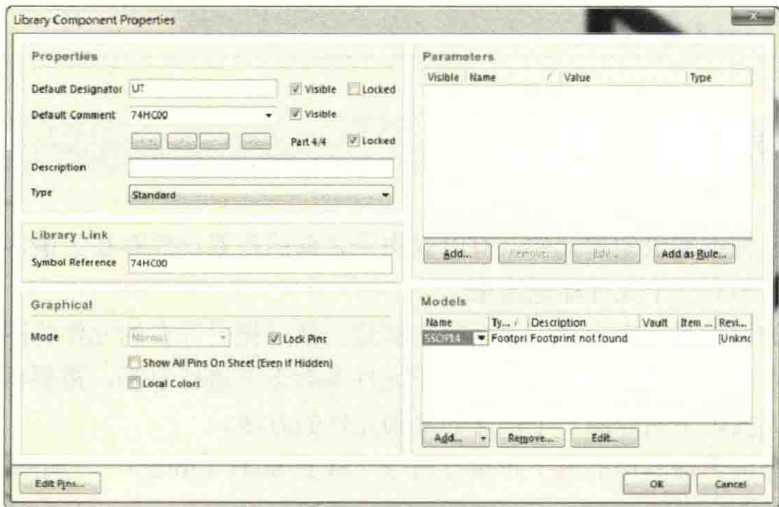

图 3-35 74HC00 元件属性设置
- (7) 双击该元件，对其元件属性进行设置，如图 3-35 所示，位号设置为“U?”，Comment 值填写为芯片型号“74HC00”，模型选择为“Footprint”，从查询的资料中选出相应的封装，填写为“SSOP14”，即可完成此多子件元件的创建。